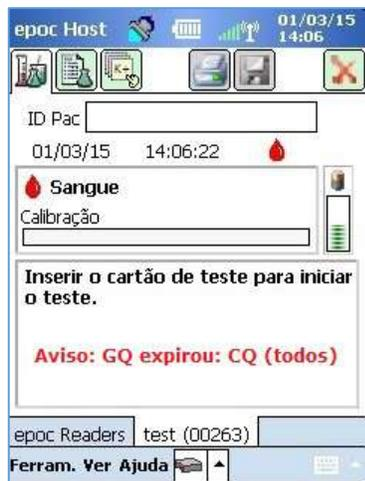

Fig. 43.
- É apresentado um aviso quando agendamento expirar (Fig. 43).